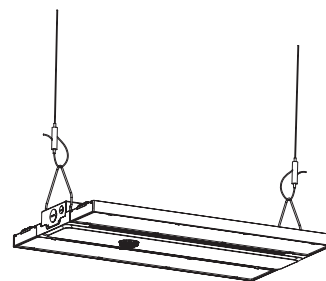

Figure 3
- Étape 1. Installez les crochets en V à l'arrière du couvercle du pilote. (Figure 3)
- Étape 2. Fixez le câble fourni aux crochets en V avec le bascule pour permettre un réglage rapide. (Figure 3)